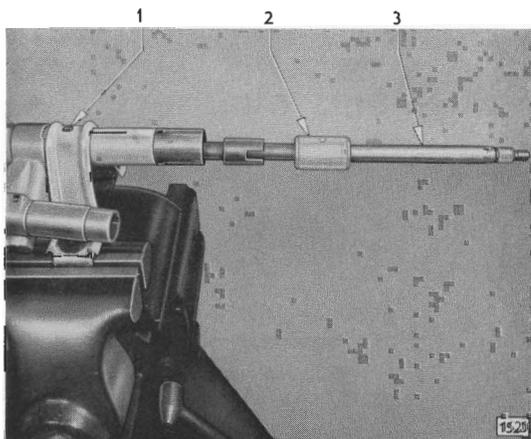

Bild 68 - Lenkspindel mit Buchse aus Lenkstützrohr herausziehen
4. Lenkspindel mit Lenkspindelführungsbuchse **in Richtung Lenkrad** aus Lenkstützrohr herausziehen (Bild 68).